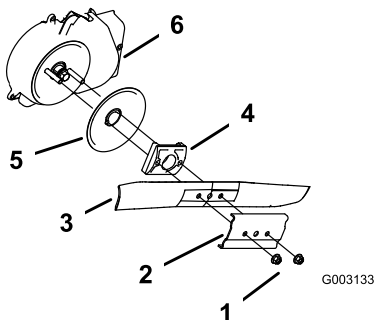

Figura 47
3. Retire las 2 tuercas de la cuchilla y el refuerzo (Figura 47).
4. Retire la cuchilla (Figura 47).
5. Retire el impulsor de la cuchilla y el disco (Figura 47).
6. Retire el protector del embrague del freno de la cuchilla (Figura 47).
10. Instale la cuchilla y el refuerzo que retiró anteriormente (Figura 47).